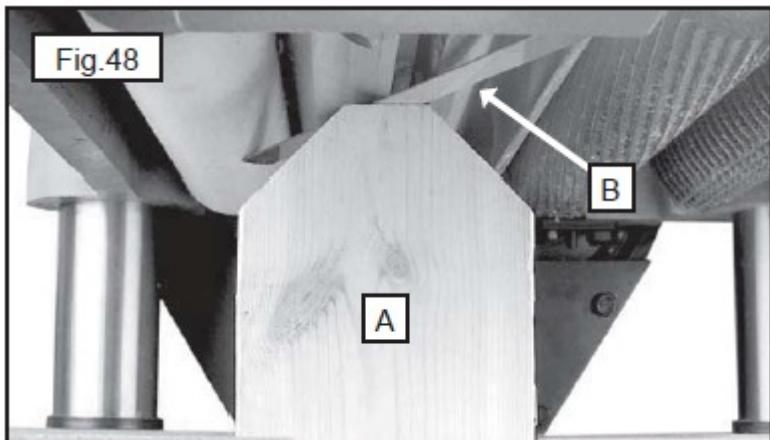
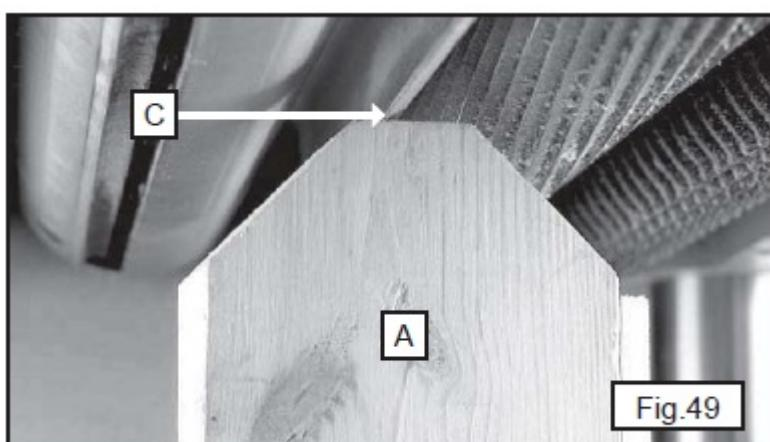

Рис. 48
Рис. 49
2. Установить калибр (A), рис. 48, на стол непосредственно под режущий вал. Использовать щуп (B) толщиной 0,5 мм, помещённый в верхнюю часть калибра. Поднимать или опускать узел головки до тех пор, пока один из ножей не коснётся щупа. Закрепить узел головки.
3. Установить калибр (A), рис. 48, без щупа под один конец стружколомателя (C), рис. 49. Низ стружколомателя (C) должен касаться верха калибра.